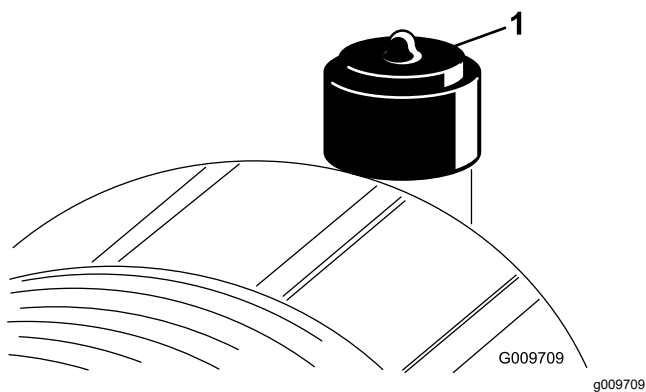

Рисунок 91
Фильтр воздухоочистителя следует обслуживать только при соответствующих показаниях индикатора необходимости технического обслуживания (Рисунок 91). Замена воздушного фильтра без необходимости ведет лишь к повышению вероятности попадания грязи в двигатель при извлечении фильтра.
2. Сбросьте индикатор (Рисунок 91), если он стал красным.